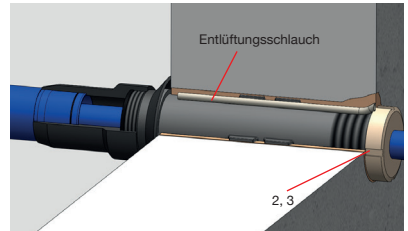

Abb. 9 Montage Überwurfverschraubung und Keilgummidichtung
- Abschließend gem. Abb. 9 kellerseitig die Überwurfverschraubung (2) und die Keilgummidichtung (3) montieren (Sollbruchstelle an der Überwurfverschraubung (2) öffnen/entgraten).
- Mithilfe des Haka-Kontermutterschlüssels (10) die Überwurfverschraubung (2) fest auf der Mauerdurchführung (1) verschließen.